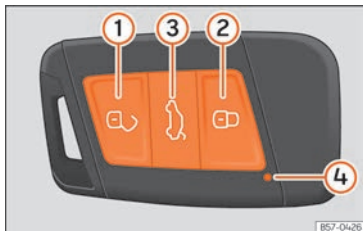

Abb. 46 Fahrzeugschlüssel für das Fahrzeug.
Durch kurzes Drücken einer Taste auf dem Fahrzeugschlüssel blinkt die Kontrollleuchte ④ » (Abb. 46) einmal kurz, bei längerem Drücken blinkt diese jedoch mehrere Male, z. B. beim Komfortöffnen.